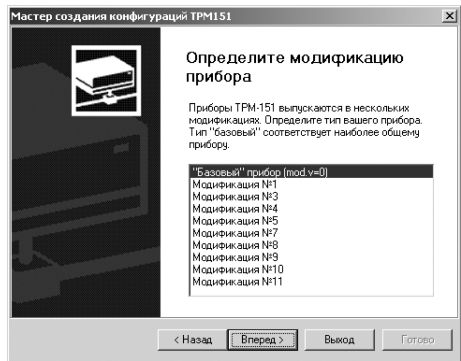
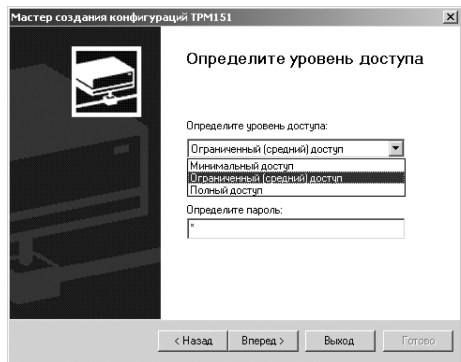

Рисунок 10.2
Рисунок 10.3
- 3) **Нажимается кнопка [Вперед].** Программа попытается считать модификацию из прибора. **Если модификация успешно считана,** на экране появится окно с приглашением выбрать уровень доступа (см. рисунок 10.3). **Если модификацию считать не удается,** появится соответствующее сообщение. После нажатия «OK» открывается окно с приглашением выбрать модификацию прибора из списка (рисунок 10.2).
Выбирается модификация прибора («Модификация № 3»). Нажимается кнопка [Вперед] – открывается окно с приглашением выбрать уровень доступа (рисунок 10.3). Осуществляется переходите к п. 4.